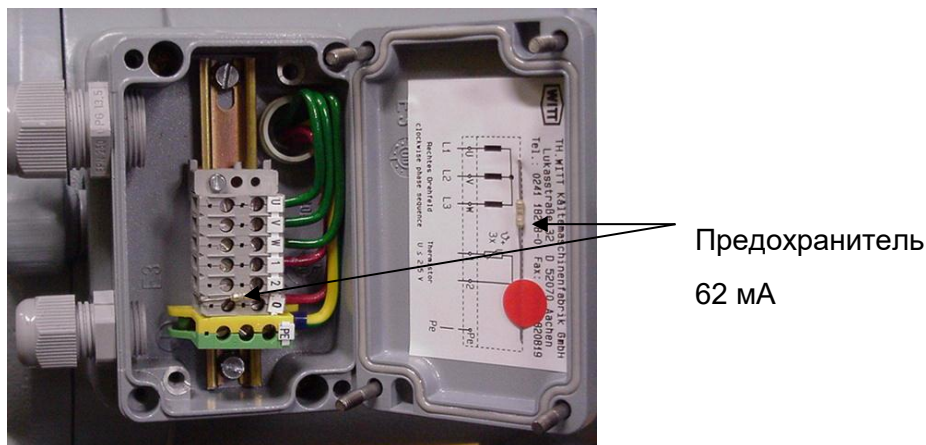

Рис. 6-6 Предохранитель в клеммной коробке
Клеммы (1) и (2) оснащены предохранителем 62 мА (номер артикула 2591.000101) и клеммой „0“ (номер артикула 2591.000201). Запасной предохранитель находится в крышке клеммной коробки (см. Рис. 6-6).
Для обеспечения правильного направления вращения насоса, отмеченного стрелкой, он должен быть подключен к питанию в соответствии со схемой на Рис. 6-9 с учетом вращающегося поля. Направление вращающегося поля можно определить с помощью фазометра. Информация по подключению насоса приклеена к внутренней стороне крышки клеммной коробки, Рис. 6-6.